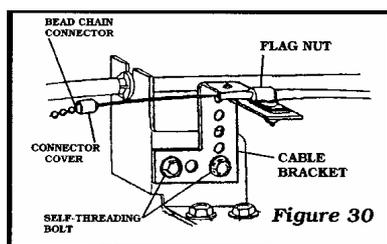

Figure 30
- 用五金零件包內附有一L型鋼索固定架 您也可以充分利用。(項目：E 250-3700)。(Figure 30)